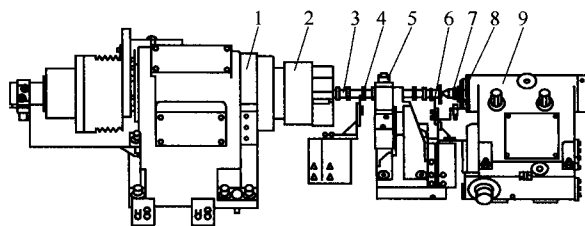

图3 进气凸轮轴车削加工示意图
(4) 尾座、工件托架选择 采用活主轴结构程控液压尾座，这种液压尾座配置固定顶尖，尾座主轴配日本NSK高精度成组角接触球轴承，可实现顶尖高精度、高转速功能。为了满足预支撑功能，在中心架和尾座上设计有可调整V形托架。在托架上设置接近开关，完成误装工件识别与报警提示功能。选定机床、夹具、附件后，工件具体定位夹紧方案如图3所示。